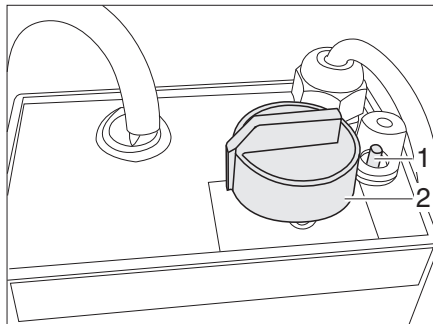

Fig. 177 Régulateur du chauffage électrique du plancher
- Tourner le bouton tournant (Fig. 177,2) sur la température souhaitée.
- Tourner le bouton tournant (Fig. 177,2) sur la position "0".
Quand le régulateur est surchargé, la protection contre les surcharges se déclenche. La goupille (Fig. 177,1) sort de son logement.
- Enfoncer la goupille (Fig. 177,1) de la protection contre les surcharges, une fois que le régulateur est refroidi.